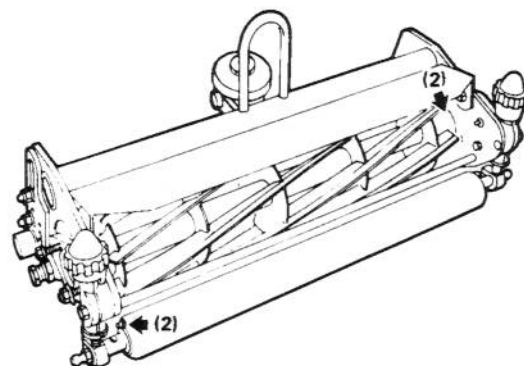

Figure 10
Il y a sept (7) mamelons de graissage sur chaque module de coupe (Fig.10 & 11), qui doivent être graissés au moins une fois toutes les deux semaines. Graissez à l'aide d'une graisse polyvalente à base de lithium #2. Il est recommandé d'utiliser un pistolet manuel de graissage pour obtenir les meilleurs résultats.